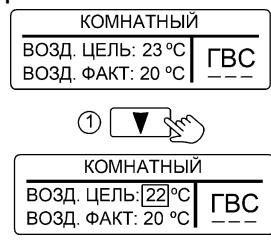

Рисунок 11.
10.5 «КОМНАТНЫЙ» – режим поддержания комфортной температуры воздуха в помещении. Датчик температуры воздуха (проводной или радиодатчик) устанавливается внутри помещения. Заводская настройка +23°C. Изменение настройки показано на рис. 11.